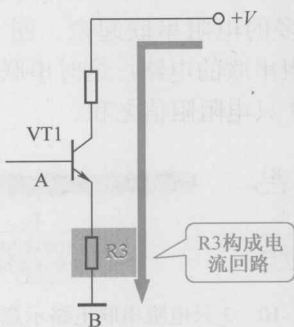

图 1-6 示意图
(2) 提供电流回路。如图 1-6 所示, 电阻 R_3 为电路提供一个电流回路。